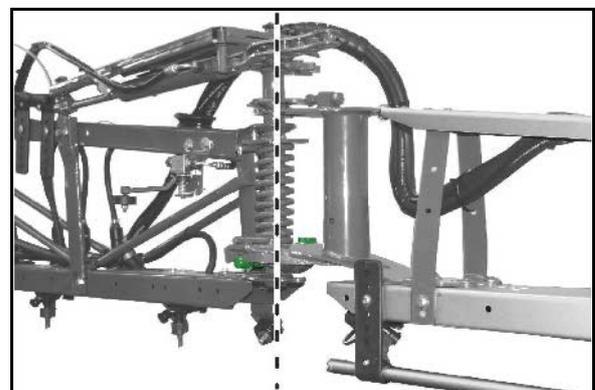

Fig. 95
**Schwingungsausgleich (Fig. 95/1) entriegeln:**
- Der Schwingungsausgleich (Fig. 95/1) entriegelt und das ausgeklappte Spritz-Gestänge kann gegenüber dem Gestänge-Träger frei pendeln. Die Schutzeinrichtung vom Schwingungsausgleich ist hier zur besseren Demonstration entfernt.
**Schwingungsausgleich (Fig. 95/2) verriegeln:**
- Verriegelt ist der Schwingungsausgleich (Fig. 95/2), wenn im Display vom Bedien-Terminal das geschlossene Schloss-Symbol erscheint.